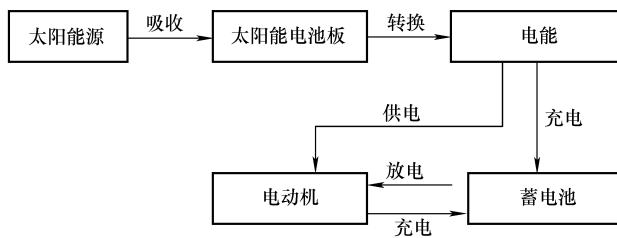

图 1-19 太阳能汽车结构和工作原理
(1) 定义 太阳能汽车（英文 Solar Energy Automobile）就是利用太阳能作为能源行驶的汽车，具有节能、安全、环保的特点。
(2) 结构和工作原理 太阳能汽车主要是由太阳能电池板、储能装置和电机三大系统组成，其结构和工作原理如图 1-19 所示。光照射在电池板上产生电流，通过峰值功率跟踪仪以及蓄电池的充电控制器输送至蓄电池存储或直接送给电动机工作，然后驱动汽车行驶。